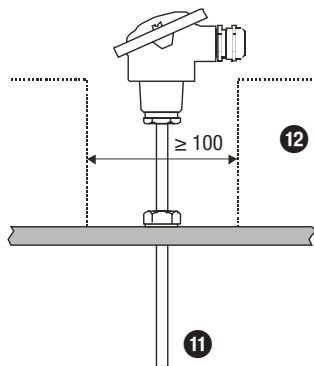
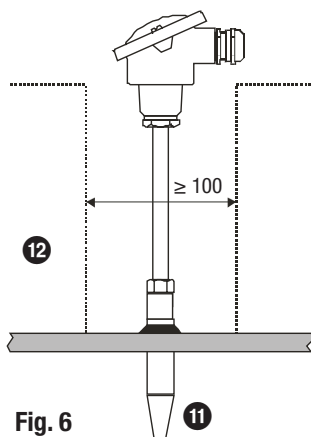

Fig. 5
Fig. 6
- Las sondas térmicas no pueden estar completamente aisladas. Véanse los ejemplos para el montaje en tanques **Fig. 5 y Fig. 6**